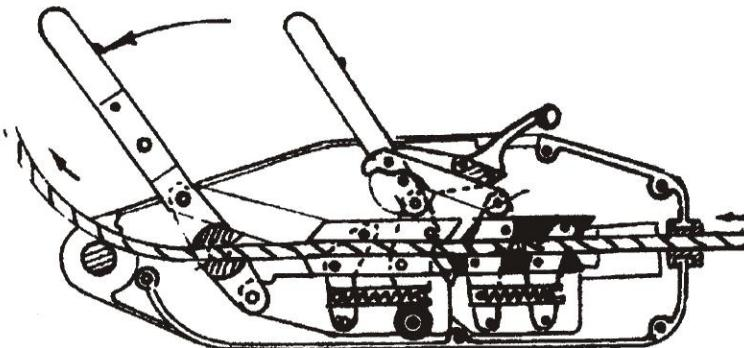

Rys. 1. Naciąganie i odbieranie liny:
1. Przeciąganie: (Rys. 1) Z głową liny skierowaną w dół i naciskając wciągarkę, pchnij rozluźniony uchwyt. Po usłyszeniu kliknięcia, szczęki szczypiec zostały otwarte. Następnie możesz przeciągnąć linię stalową z tylnego otworu do wciągarki. Po wyciągnięciu liny można ją naciągnąć na potrzebną długość, a następnie pchnąć rozluźniony uchwyt z powrotem, aby mocno zacisnąć linię. Po pociągnięciu uchwytu przedniego lub tylnego
(4.) Wyciągnij linię (Rys. 1): Po zakończeniu pracy, szczęki szczypiec zostaną otwarte, gdy tylko zostanie naciśnięty uchwyt zwalniający, a następnie linię stalową można wyciągnąć z końca podnośnika. Wyczyść linię z brudu, nawiń ją na stalowy krzyżak w dobrym stanie, aby była gotowa do użycia następnym razem.